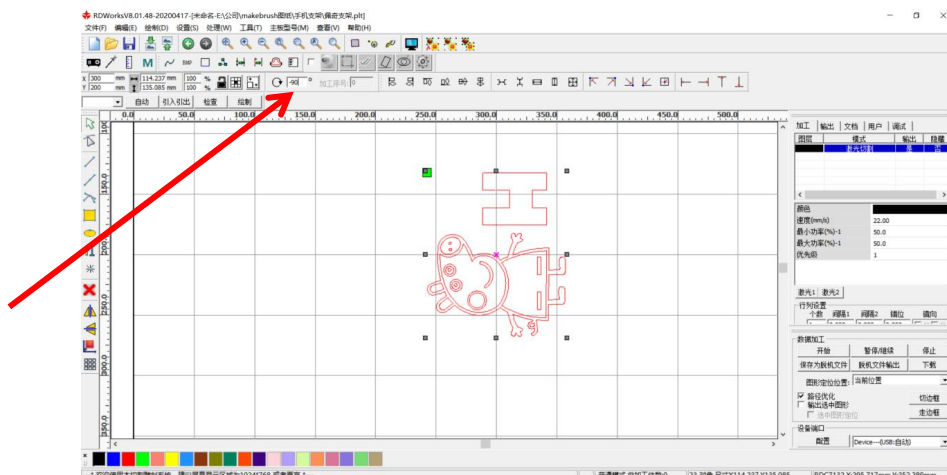

图 3-3
3、导入成功后图纸可能是反向的，为了适应木板。我们需要将他选中后旋转。如图 3-3